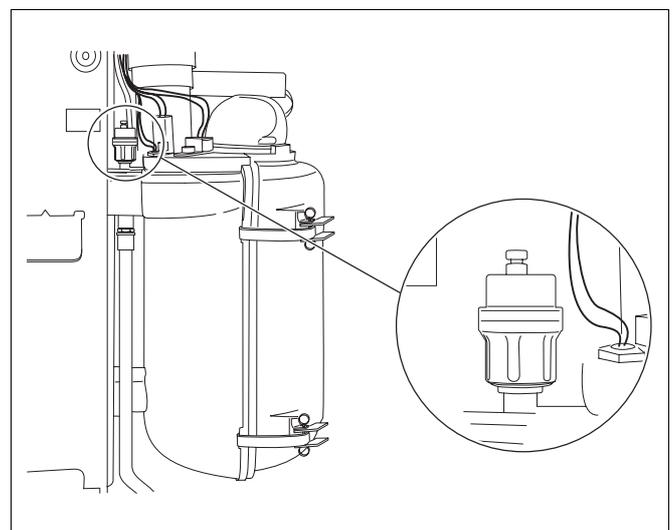

Abb. 16 Automatisches Entlüftungsventil
- Damit die Restluft entweichen kann, Kappe am automatischen Entlüfter (Abb. 16) eine Umdrehung aufdrehen.